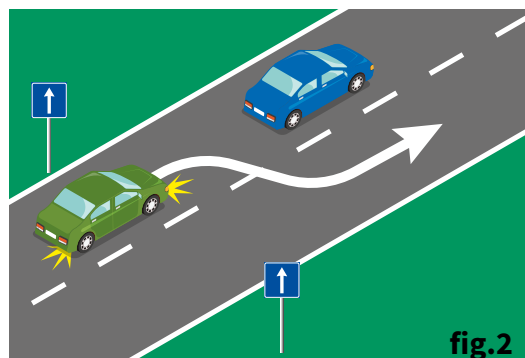

fig.2
- ▶ nëse rruga është me një drejtim lëvizjeje (si në fig. 2), vendosuni në korsinë e majtë, sa më pranë kufirit të majtë të karrexhatës;
- ▶ mjeti që keni përpara ka sinjalizuar se do të ndalojë në anën e majtë të rrugës (vetëm kur rruga është me një drejtim lëvizjeje - fig. 2);
- ▶ mjetet që shkëmbehen në rrugë me njëri-tjetrin (fig. 2);